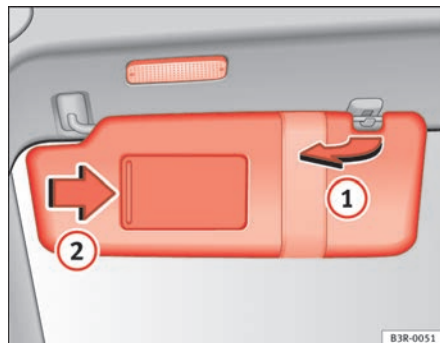

Fig. 97 Tendina parasole
Le alette parasole per il conducente e per il passeggero possono essere staccate dai supporti centrali e ruotate verso le porte ① ⇒ fig. 97.